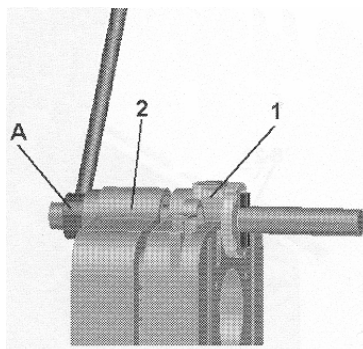

Рис.7
8. Вкрутите блок стяжки (А) в отверстие конического ниппеля и слегка ее «растяните». (Рис.7)